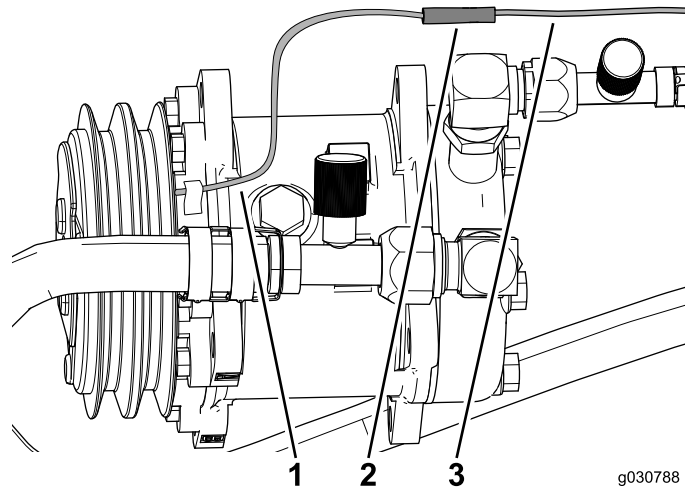

Bild 49
3. Schließen Sie das Kabel vom Klimaanlagekompressor am Rundstecker am Kabelbaum an (Bild 49).